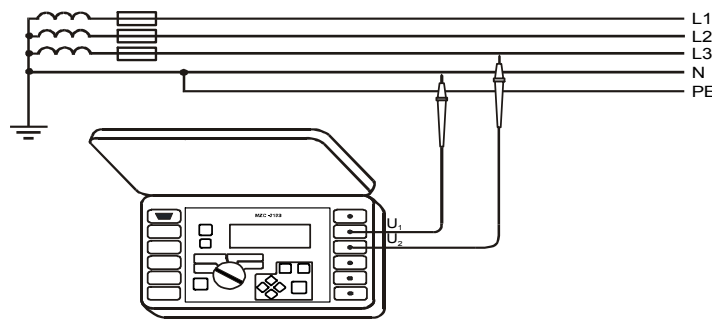

Рис.9. Измерение переменного напряжения
- Измерительные провода подключить к гнездам: **4** U_1 и **5** U_2 (Рис.9)